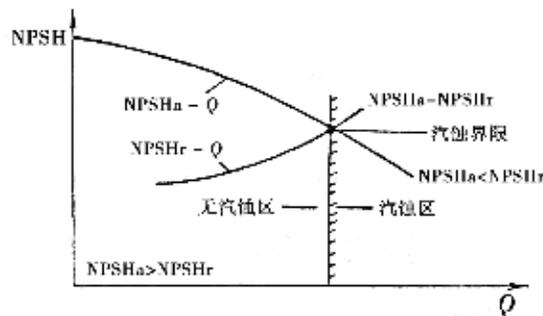

图 3 汽蚀曲线
制造商提供的泵性能曲线一般应有 NPSHr-Q 曲线（汽蚀曲线）如图 3 所示。
从图 3 的曲线可见：NPSHa 和 NPSHr 均随流量 (Q) 的变化而变化。一般 NPSHr 随流量的增加而增大，而 NPSHa 则随流量的增加而减小。